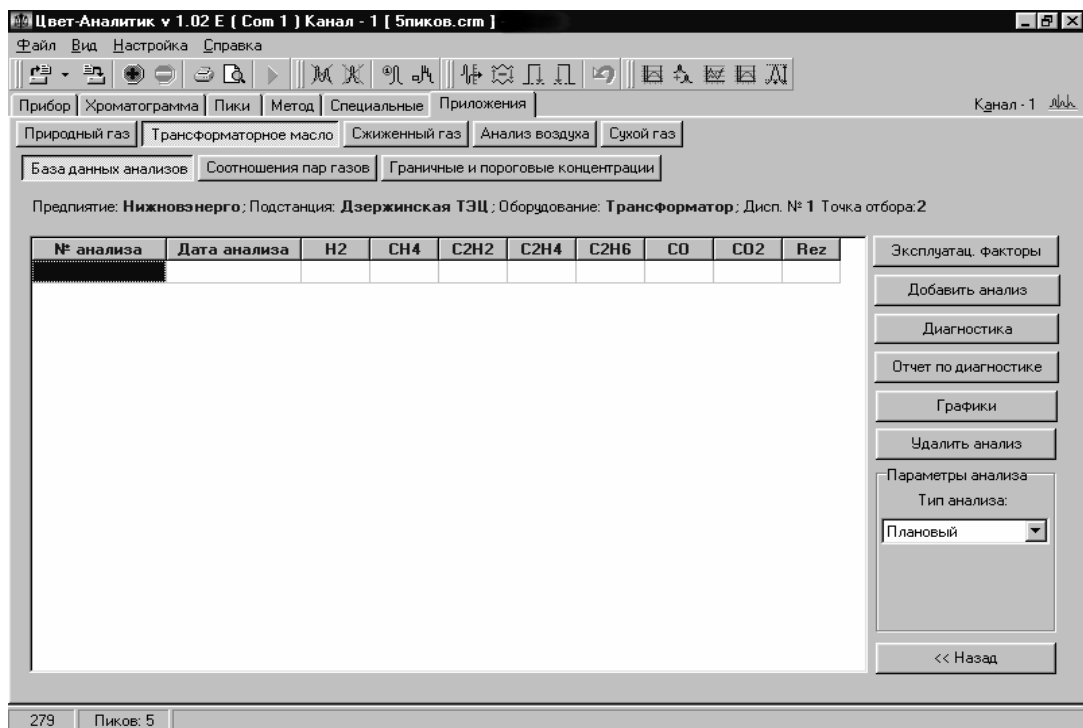

Рис. 6. Таблица анализов.
5. Нажать кнопку *Добавить анализ* и концентрации пиков из хроматограммы активного канала будут добавлены в таблицу анализов (Рис. 6).